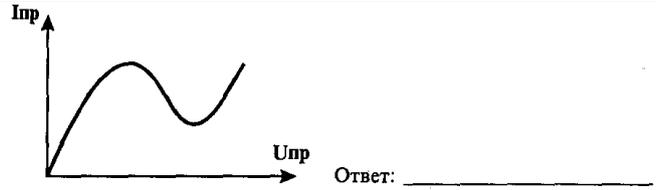

Рис. 11.4 Вольт-амперная характеристика
5. По вольт-амперным характеристикам (рис. 11.4.) определите тип полупроводникового прибора.